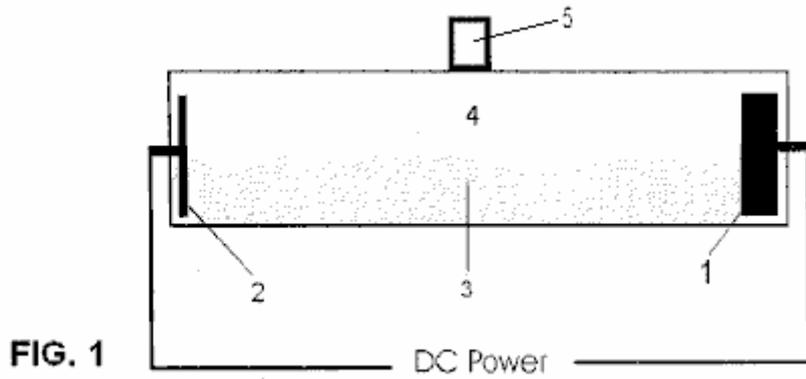

FIG. 1
Fig.1 zeigt ein Schema einer bevorzugten Reaktionskammer für die Erfindung.
Nun Bezug auf **Fig.1** wird eine schematische Darstellung einer Reaktionskammer veranschaulicht. Kathode (1) und Anode (2) sind in gegenüberliegender Anordnung, vorzugsweise mehr als einem Inch voneinander entfernt und am meisten bevorzugt acht bis sechzehn Zoll auseinander. In dem Verfahren der Erfindung wird ein Strom durch eine wässrige Flüssigkeit (3) und den Stromfluß durch den Elektrolyten geleitet erzeugt ein Magnetfeld. Der Strom gepulst wird, der das Magnetfeld mit jedem elektrischen Impuls zusammen. Dies erzeugt das Gas mit einer sehr effizienten Rate im Bereich der Lösung zwischen den Elektroden, wie es durch 4 in **Fig.1** bezeichnet. Das erzeugte Gas kann aus der Reaktionszone durch den Gasauslass (5) aufgefangen und einer weiteren Reinigung unterzogen, wie später beschrieben wird.